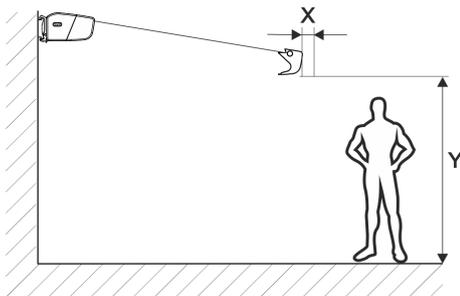

Abb. 8: Ausfahrbereich der Markise
- Bei maximalem Ausfall auf einen ausreichenden Abstand (Abb. 8/X) zu anderen Objekten achten.
- Auf eine ausreichende Durchgangshöhe (Abb. 8/Y) achten. Im öffentlichen Bereich die geltenden Bestimmungen einhalten.